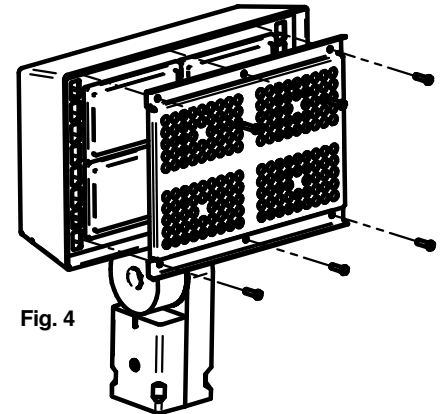

Fig. 4
Montage du système de déflecteur (voir fig. 4)
- Placez le système de déflecteur sur les lentilles et percez 6 trous à l'aide d'un foret #24 (0,152" de diamètre), d'une profondeur de 1/2", à travers les trous de montage (Fig. 4). Aucun perçage des trous ne sera nécessaire après le forage.
Installation du Photocontrol (Voir Fig. 4, 5 et 6)